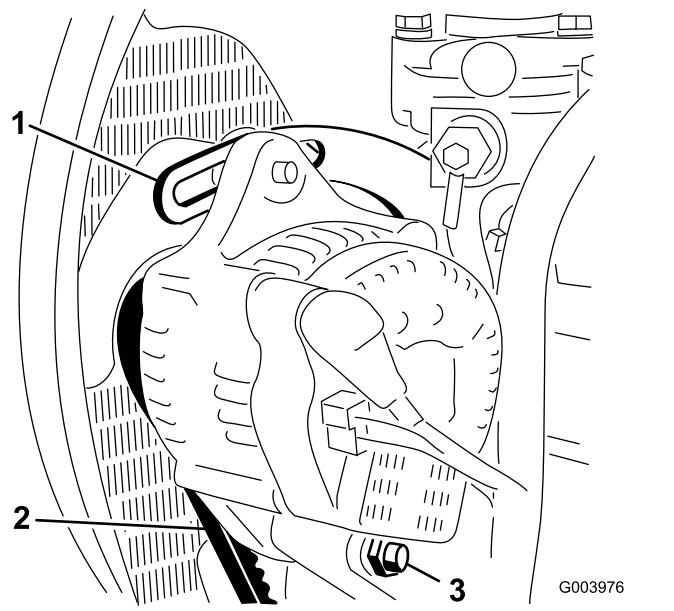

Figura 55
2. Compruebe la tensión de la correa del alternador presionándola (Figura 55) en el punto intermedio entre las poleas del alternador y del cigüeñal con una fuerza de 10 kg.
3. Afloje el perno que fija el tirante al motor (Figura 55), el perno que fija el alternador al tirante y el perno de pivot.